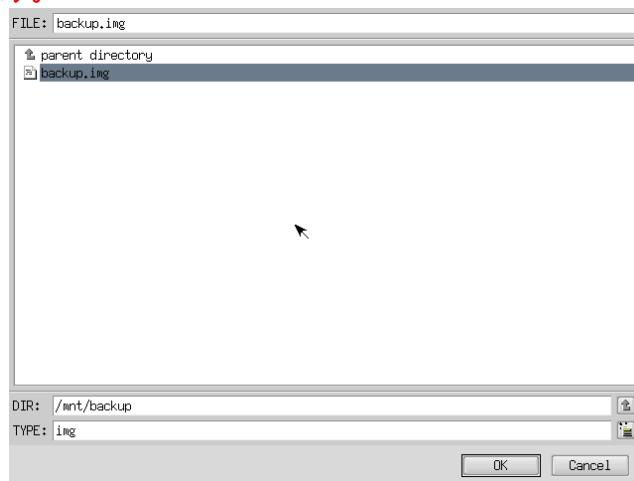

図 6-4-4. ファイル参照画面
- ⑧ ファイル参照画面（図 6-4-4）が表示されます。⑥で接続したメディアは、/mnt にマウントされていますので、/mnt 以下から目的のファイルを探してください。[OK]を押すとファイル選択画面にもどります。